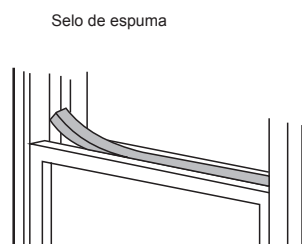

Fig. 11
5. Corte o selo de espuma num comprimento apropriado e sele a abertura entre o caixilho superior da janela e caixilho exterior da janela. Apresentado na Fig. 11